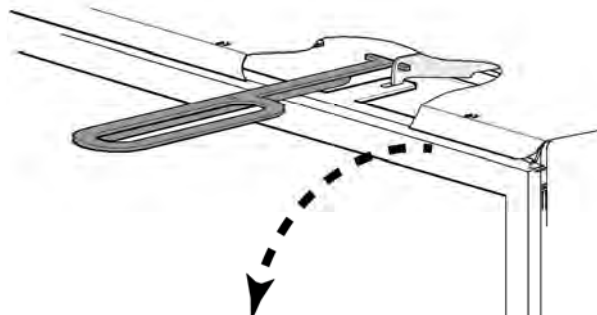

Figure 1. Engagez l'outil dans le trou de chaque loquet à ressort, puis tirez et pivotez pour les décrocher du cadre vitré.
4. Retirez de la palette d'expédition l'outil pour loquets. Utilisez-le pour désengager les deux loquets à ressort du cadre vitré, tel que montré à la fig. 1. Engagez une pointe de l'outil pour loquets dans le trou du loquet et soulevez vers l'avant le crochet du loquet, pour le détacher de la fente du cadre vitré. Pivotez le haut du cadre vers l'avant et désengagez-le des coins inférieurs de l'encastrable. Mettez le cadre vitré en lieu sûr, à l'écart.